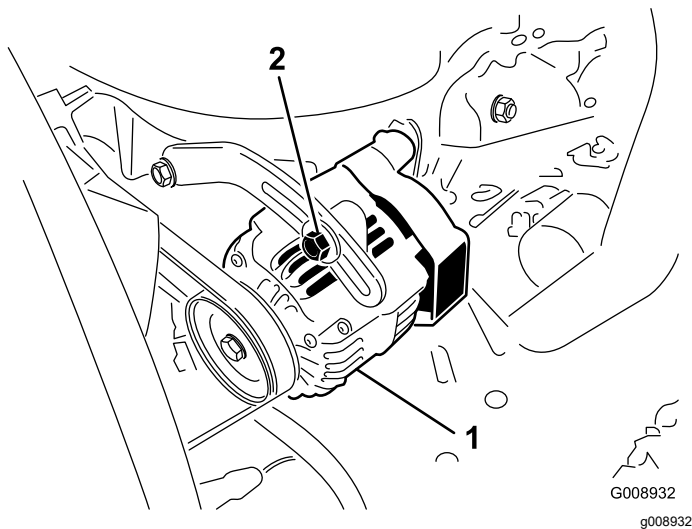

Figure 61
- Si vous n'obtenez pas une flèche de 10 mm ($\frac{3}{8}$ po), desserrez les boulons de fixation de l'alternateur (**Figure 61**).